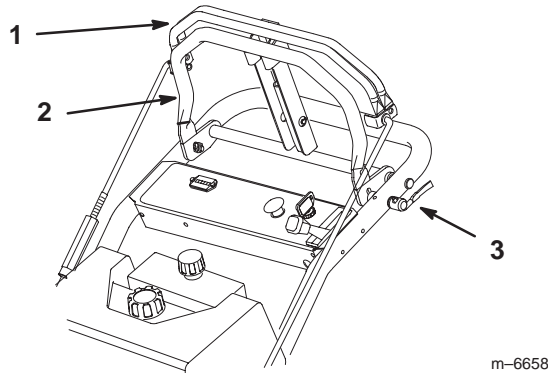

Figure 12
1. Placez les leviers de déblocage rapide en position débloquée (Fig. 12).
2. Déplacez la barre de référence en avant ou en arrière pour régler la vitesse de marche avant voulue. La flèche indique la vitesse de déplacement approximative (Fig. 12). Lorsque la barre est complètement poussée en avant, la machine se déplace à 10 km/h environ. Lorsque la barre de référence est au centre, la machine se déplace à 5 km/h environ.
3. Placez les leviers de déblocage rapide en position bloquée (Fig. 12).
1. Pour avancer, serrez lentement la barre de commande supérieure contre la barre de référence (Fig. 12).
2. Pour vous déplacer en ligne droite, appliquez une pression égale aux deux extrémités de la barre de commande supérieure (Fig. 12).
3. Pour tourner, relâchez la pression sur le côté de la barre de commande supérieure dans la direction que vous voulez prendre (Fig. 12).
4. Réglez la barre de référence de façon à maintenir une vitesse de déplacement prédéfinie qui vous convienne (Fig. 12).
5. Pour arrêter la machine, relâchez la barre de commande supérieure pour arrêter les deux roues (Fig. 12).
1. Pour vous déplacer en marche arrière, tirez doucement la barre de commande supérieure en arrière (Fig. 12).
3. Pour tourner, relâchez la pression sur le côté de la barre de commande supérieure opposé à la direction que vous voulez prendre (Fig. 12)
4. Pour arrêter la machine, relâchez la barre de commande supérieure pour arrêter les deux roues (Fig. 12).
1. Pour arrêter la machine, relâchez la barre de commande supérieure pour arrêter les deux roues (Fig. 12).